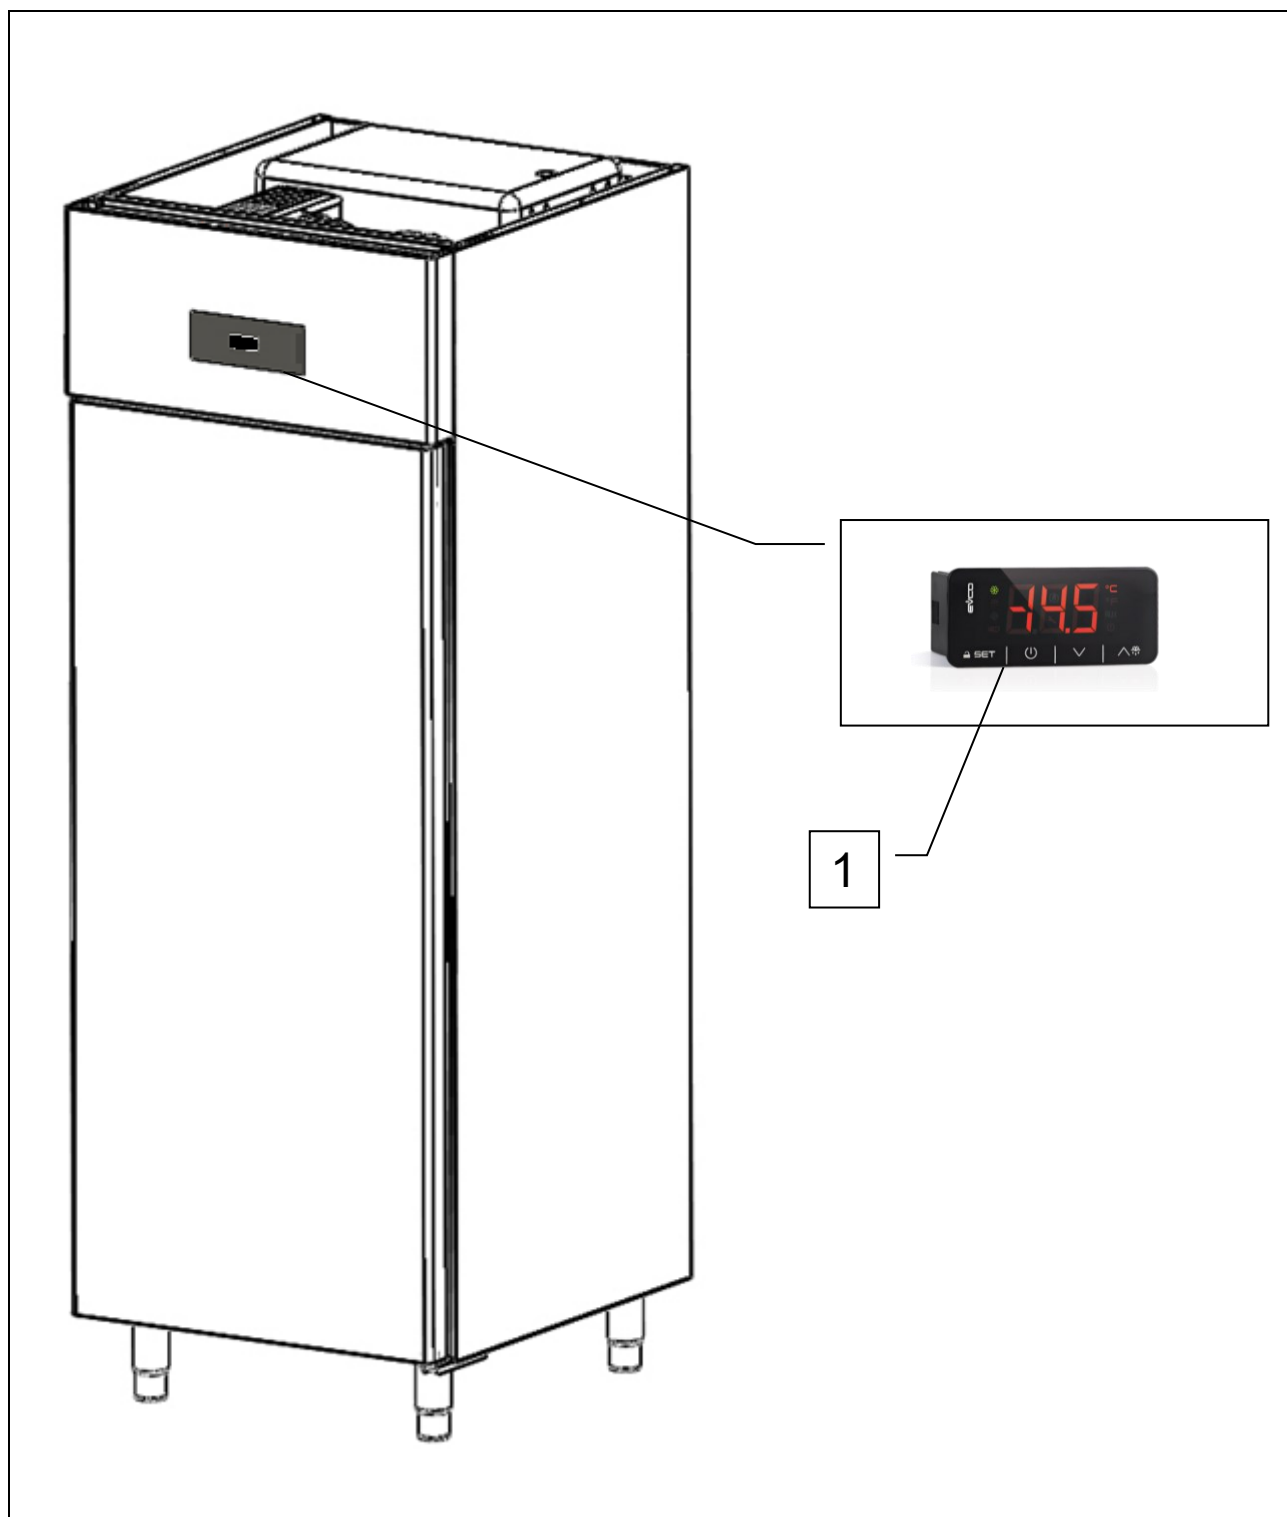

Fig. 3
L'appareil dans son ensemble est contrôlé par un téléthermostat digital. La fonction d'arrêt est représentée par la touche   (réf. 1 fig. 3). Quel que soit l'état dans lequel se trouve l'appareil, la pression de la touche pendant 3sec met la fiche en OFF.
- Unité réfrigérante monobloc (ref. 1, fig. 3);
- Panneau de commande (ref. 2, fig. 3)